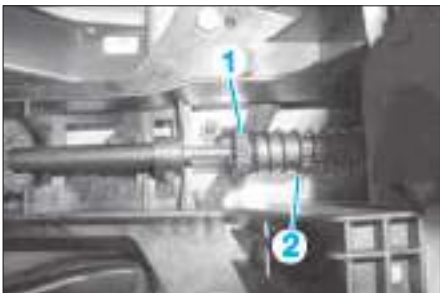

FIG. 13
- En cas de réutilisation du câble de sélection, le décrocher du boîtier de sélection (Fig.13) :
- pousser la douille de guidage (1) contre le ressort (2),
- tourner la douille de serrage (1) dans le sens horaire, de sorte qu'elle s'enclenche,